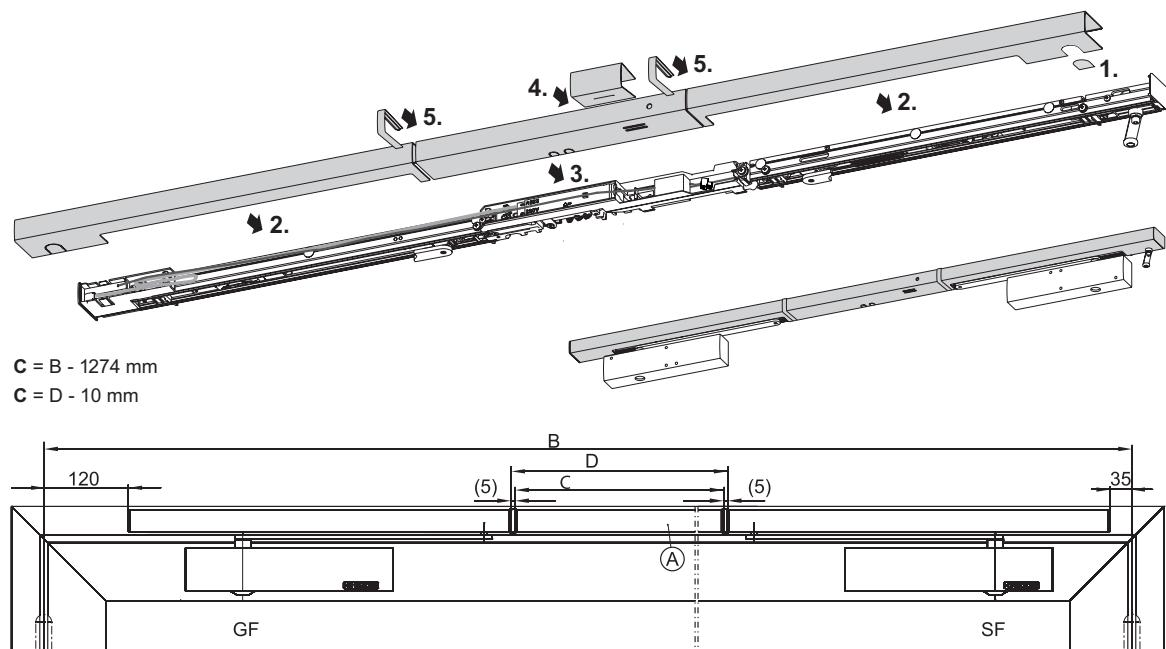

Fig. 6.12.1
- ▶ Shorten adjustable-size middle cover panel „A“ to size „C“ (**Fig. 6.12.1**).